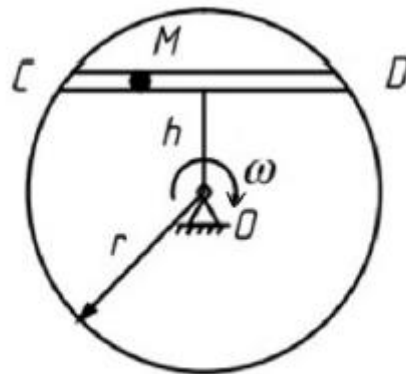

Рис. 2.2
2. Диск радиусом $r = 32 \text{ см}$ вращается с постоянной угловой скоростью $\omega = 2 \text{ рад/сек}$ вокруг оси, перпендикулярной к плоскости диска и проходящей через его центр. По прямолинейному пазу CD движется ползун M по закону $s = CM = 2\sqrt{3}t^2$ (s – в см, t – в сек); расстояние паза от центра диска $h = 16 \text{ см}$ (рис. 2.2). В момент,